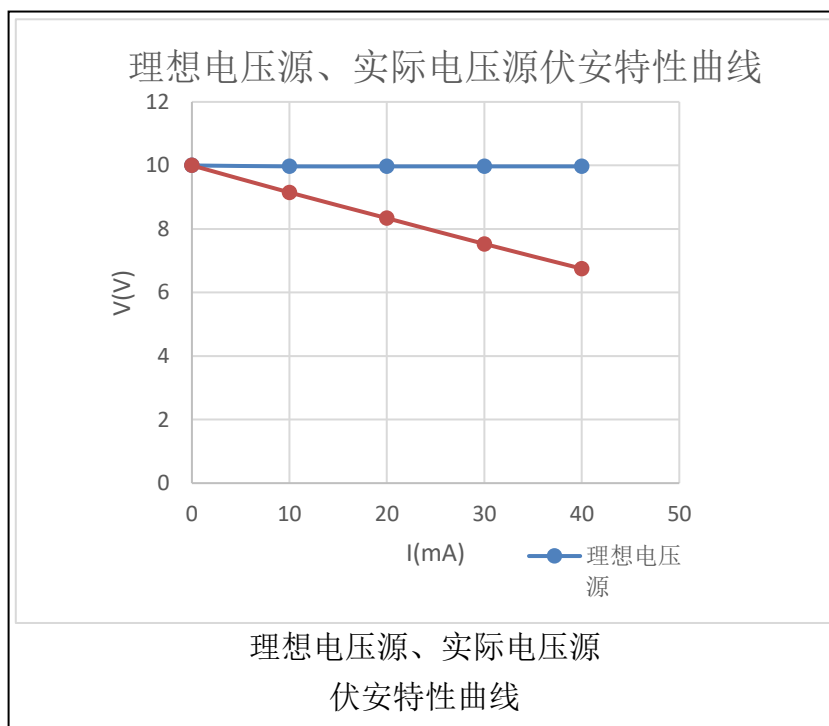

图 1.7
4) 在图 1.7 上绘制理想电压源的伏安特性曲线。
4) 在图 1.7 上绘制实际电压源的伏安特性曲线, **要求:** 理想电压源和实际电压源的伏安特性曲线画在同一坐标轴中。